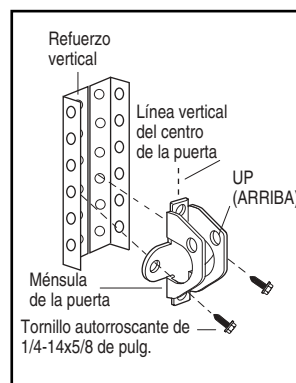

Figura 2A
- Haga los agujeros de 3/16 de pulg. para fijar la ménsula. Fije la ménsula de la puerta con dos tornillos autorroscantes de 1/4-14x5/8 de pulg. (Figura 2A)